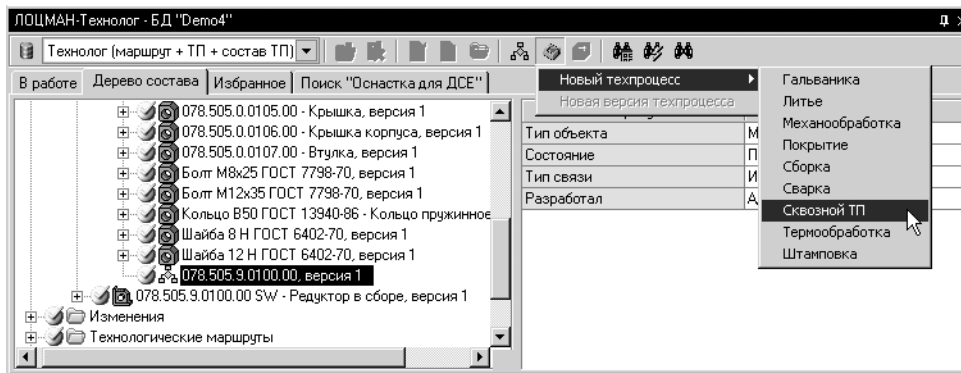

Рис. 13.13. Создание нового объекта ТП
3. Нажмите кнопку **Новый техпроцесс** на инструментальной панели модуля и в разделе **Новый техпроцесс** выберите нужный тип технологического процесса1 (рис. 13.13).